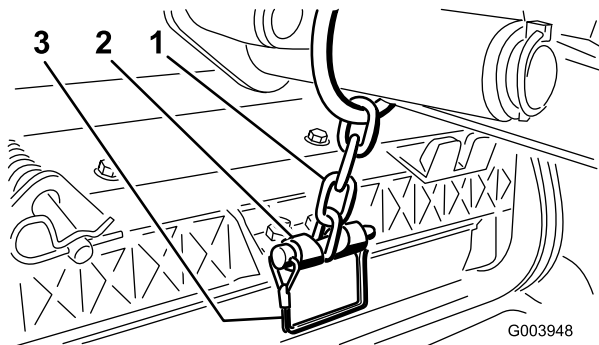

图13
12. 使用锁扣销将提升臂链条固定到链条架（图13）。使用滚刀组 *操作员手册* 所述的链条节数。